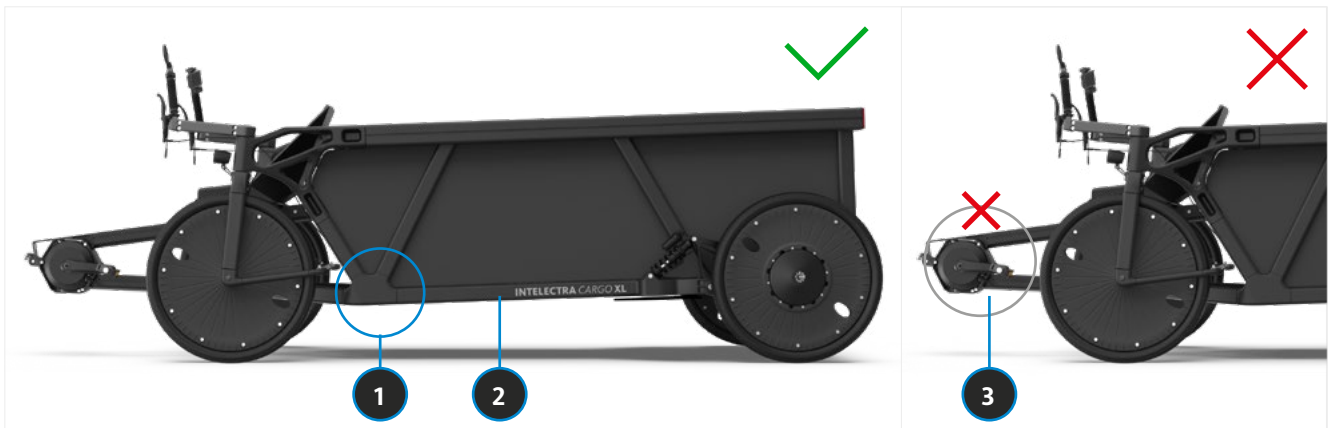

BILD 48 POSITIONIERUNG WAGENHEBER AM INTELECTRA – VORNE
- ▶ INTELECTRA mit Wagenheber (im Lieferumfang) aufbocken, sodass das Vorderrad frei in der Luft hängt (ca. 5-10 cm). Die empfohlenen Positionen zum Ansetzen des Wagenhebers am Rahmen sind in Bild 48 zu erkennen.